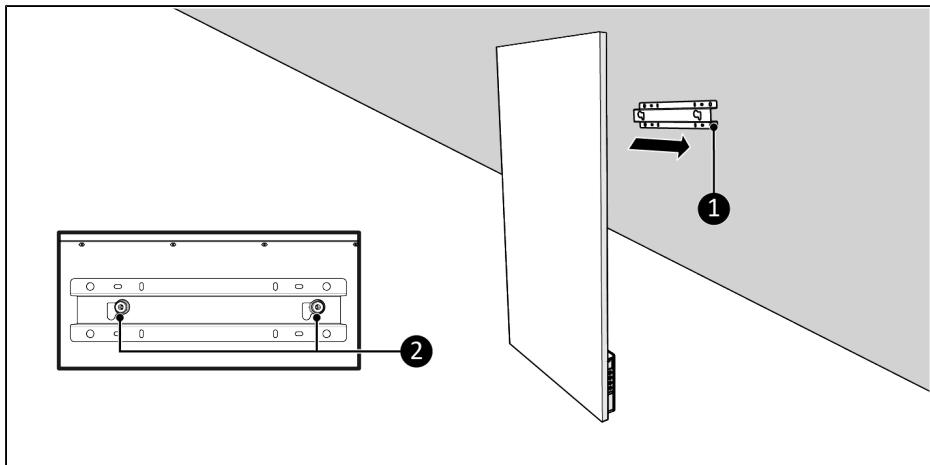

Figure 40.
1. Platzieren Sie die Befestigungsschrauben (Figure 40, Pos. 2) über der Wandhalterung (Figure 40, Pos. 1).